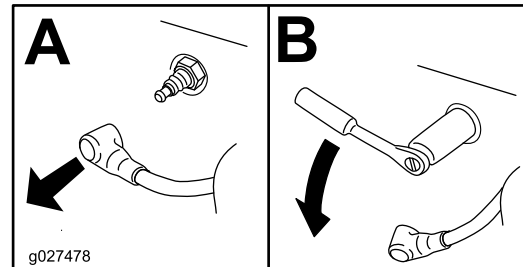

Figure 48
4. Déposez la bougie (Figure 48).